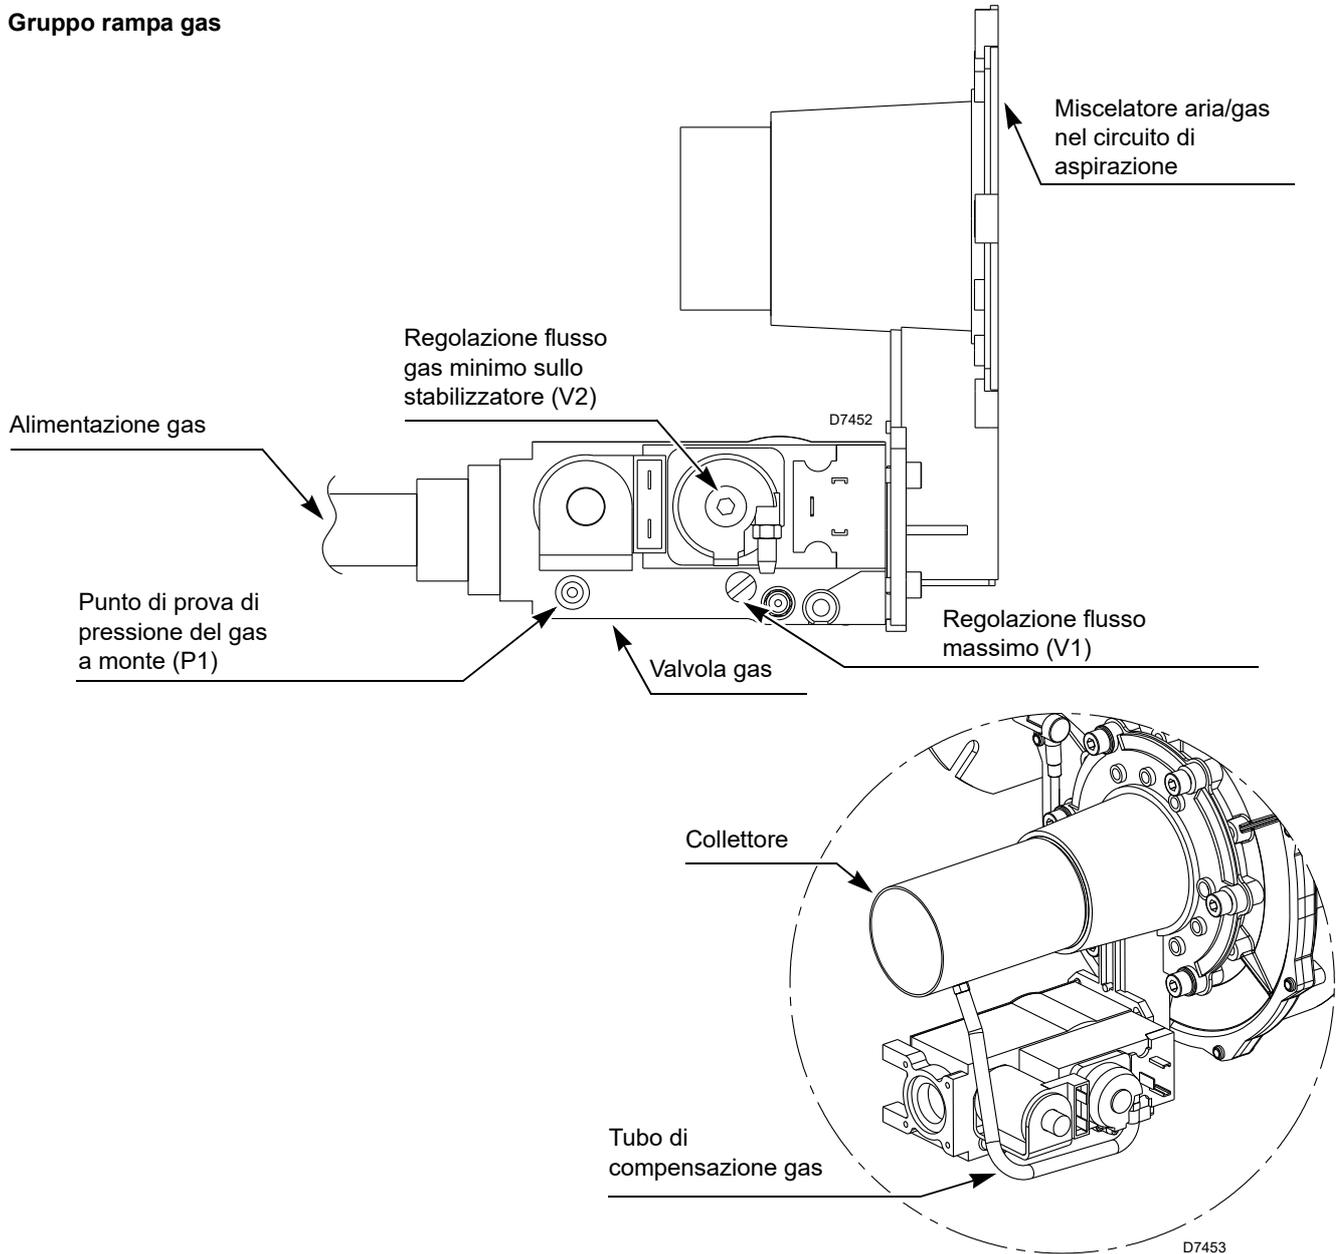

Fig. 16
Miscelatore aria/gas Fig. 16
- sfiatare l'aria dalla tubazione del gas mediante la vite sulla presa del punto di prova di pressione del gas (P1) (Fig. 16 a pag. 22).